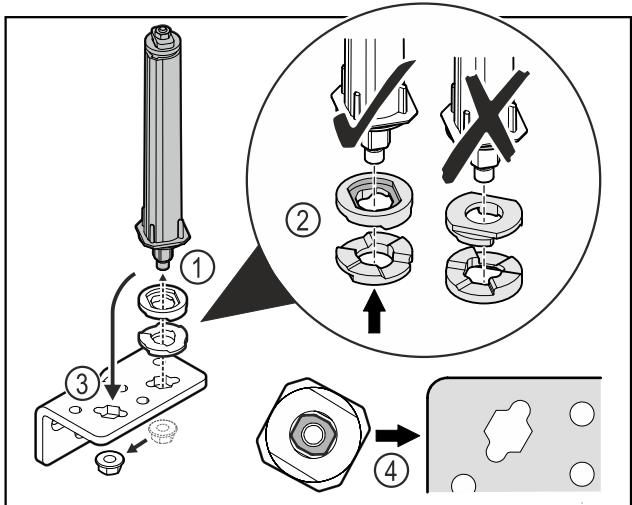

Fig. 38
- Відкрутити гайку і зняти систему запирання дверей Fig. 38 (1).
- Слідкувати за правильним розташуванням шайб для регулювання висоти Fig. 38 (2).
- Переставити систему запирання дверей у шарнірному кутику і зафіксувати гайкою Fig. 38 (3).
- Під час встановлення слідкувати за правильною орієнтацією системи запирання дверей Fig. 38 (4).